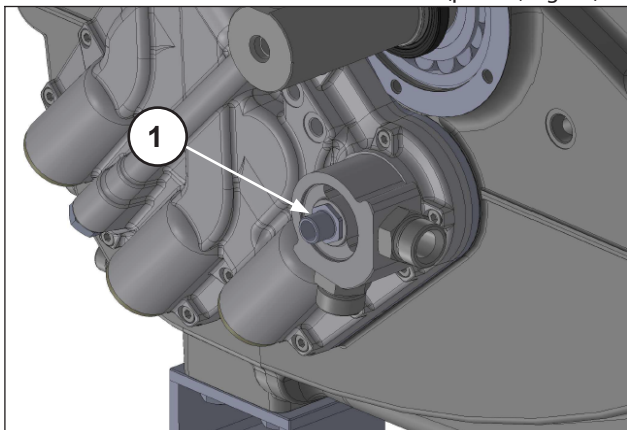
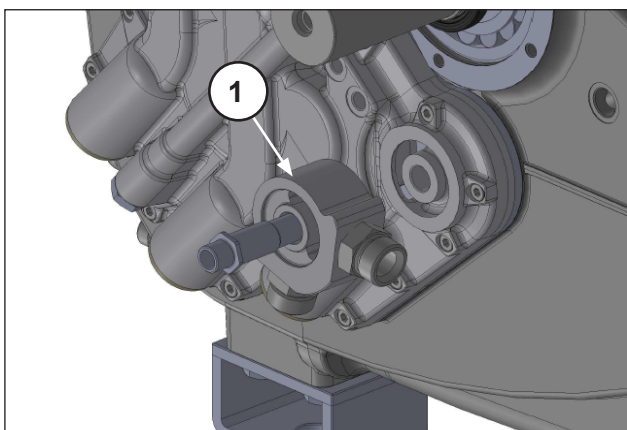

Fig. 19
Fig. 20
Svitare il raccordo scambiatore filtro olio (pos. ①, Fig. 19) e rimuovere l'adattatore scambiatore aria olio (pos. ①, Fig. 20).